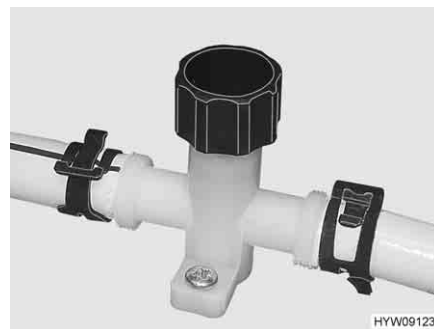
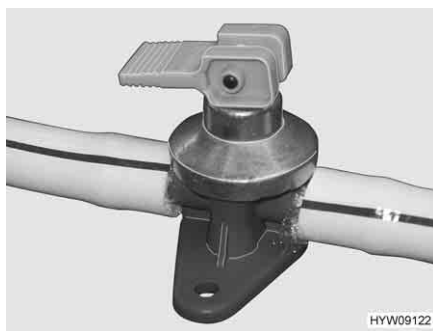

Fig. 167 Rubinetto di scarico (tubatura dell'acqua)
Fig. 168 Rubinetto di scarico (boiler Alde)
- Chiudere i rubinetti di scarico (Fig. 168 e Fig. 167). Chiudere i coperchi in senso orario oppure posizionare la leva a bilanciere in posizione orizzontale. L'ubicazione delle valvole di sicurezza/di scarico e dei rubinetti di scarico è riportata al paragrafo 10.6, alla fine di questo capitolo.